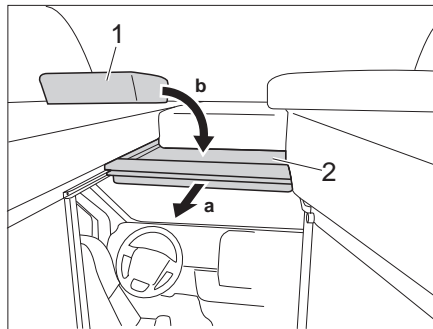
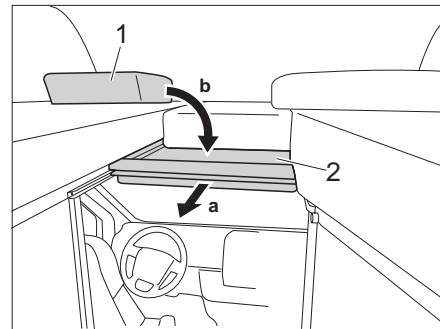

Fig. 54 Séparation pour la cabine de conduite
Fig. 55 Serrure de la cabine de conduite
- Tirer le sommier de lit (Fig. 54,2) vers l'avant par la poignée.
- Placer le coussin (Fig. 54,1) sur le sommier de lit.
- Fermer la porte (Fig. 55,1) en la poussant jusqu'à ce qu'elle se verrouille dans la serrure.
- Faire tourner la poignée (Fig. 55,2) dans le sens inverse des aiguilles d'une montre jusqu'à ce que la porte soit verrouillée.
- Faire tourner la poignée (Fig. 55,2) dans le sens des aiguilles d'une montre jusqu'à ce que la porte soit déverrouillée.
- Ouvrir la porte (Fig. 55,1) et la verrouiller.
- Mettre le coussin (Fig. 54,1) de côté.
- Pousser le sommier de lit (Fig. 54,2) vers l'arrière.
- Déverrouiller la porte (Fig. 54,1) et la fermer avec la poignée (Fig. 55,2).
- Insérer la clé dans le barillet (Fig. 55,1) et la tourner dans le sens des aiguilles d'une montre jusqu'à ce que la porte soit verrouillée.